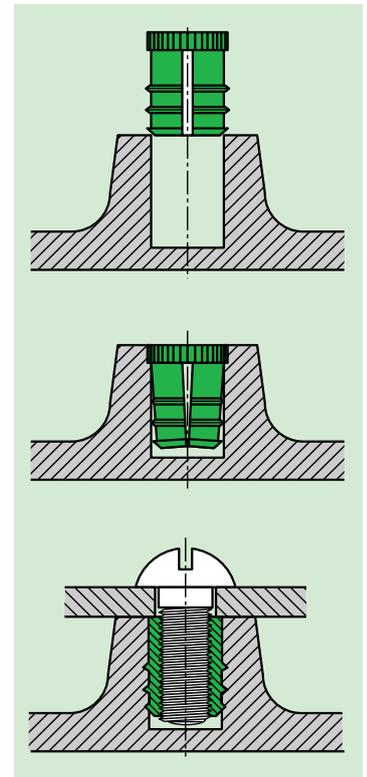

Fig. 19
1. Il B-Lok® viene inserito nel foro. I due segmenti si piegano verso l'interno (fig. 19).
2. Ruotando la vite, i segmenti riprendono la loro forma originale. Il profilo esterno si ancora nella parete del foro. La tensione residua agisce come trattamento antisvitamento (fig. 19).